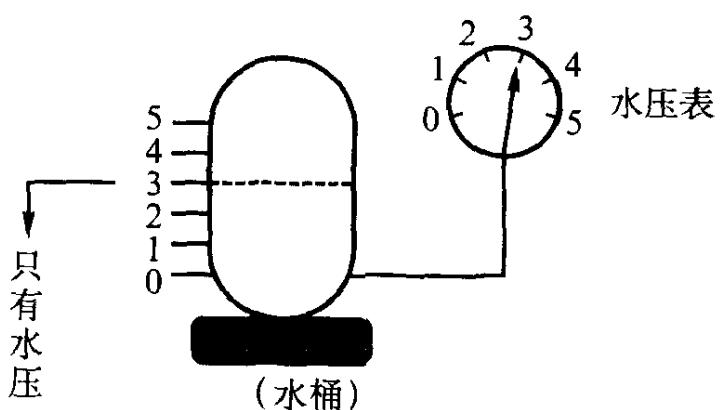
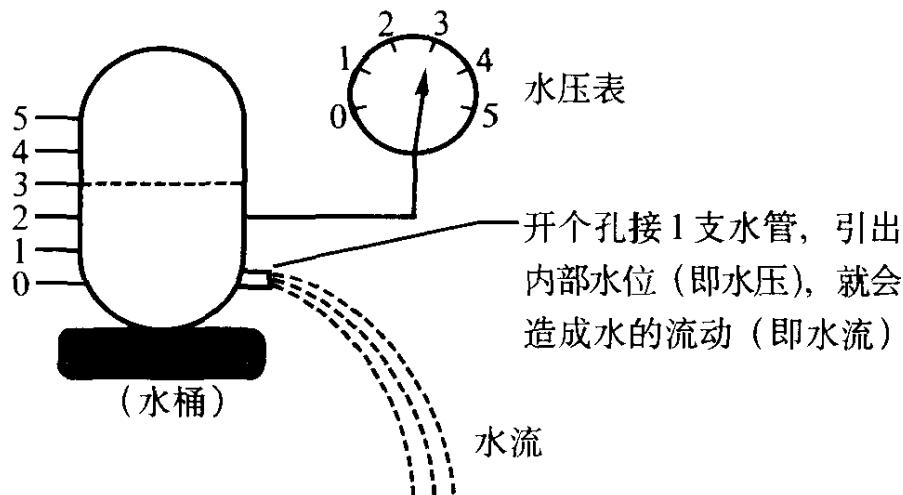

图 1-3
图 1-4
(2) 水流：我们来看图 1-3 这个水桶，内部只存在着水位（即水压），这可从水压表看出，但是没有水流？当然没有。因为没有把水压引出来，哪来水的流动？怎样做才有水流？很简单，我们在水桶的桶底开个孔，接一支水管，水不就流出来了吗！水的流动称为“水流”，如图 1-4 所示。
(3) 水阻：即水的阻力。水阻越高，水流越小；水阻越小，水流越大。就以排水沟来说，如果水沟内有杂七杂八的东西阻止水流，水流当然小，如果清除一半的话，水流就流一半量，要是把它都清除掉，那么水流量最大。所以说能阻止水流的东西，我们称它为水阻。水阻大，水流小；水阻小，水流大。但这是拿排水沟来比喻。我们现在转回正题。在图1-4中为了有水流，我们在水桶底侧开个孔，接一支水管，引出桶内的水压造成有水流（水流），但是这样水很快就会流没了。怎么办？我们在水管上装一个水龙头（水开关），如图1-5。如果把水龙头全打开，水以最大量流出；水龙头打开一半，水受到龙头内部阻力的影响，水只流一半量；水龙头只开一点点，水流出来就一点点。故水龙头就是水的阻力，即水阻大，水流小；水阻小，水流大。不知道你弄懂了吗？